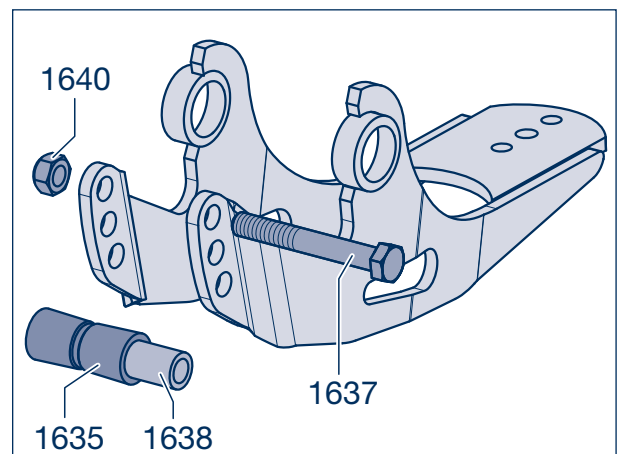

Bild 12
- [17] Federbolzen bis Ende Luftfederstütze eintreiben. Darauf achten, dass die Verschleißscheiben (1525) auf der Buchse (1005) im Führungslenker (1000) montiert sind (siehe Bild 12 Seite 36).